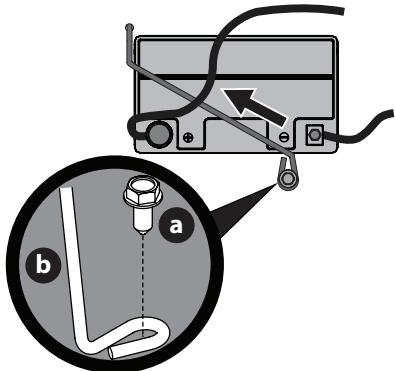

Figure 16
NOTE : Le faisceau de fils doit se trouver sur la tige de retenue de la batterie, sinon il pourrait être endommagé (Figure 16 à la page 82).
3. Retirez la vis à bride hexagonale (a) fixant le support de fixation de la batterie (b) au châssis. Relevez ensuite le support de fixation de la batterie (b) pour dégager la batterie (Figure 16).